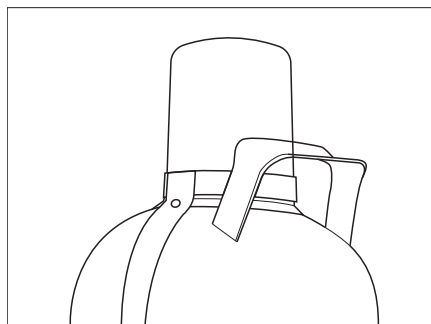

Bild 46 Gasflasche im Fahrbetrieb
- Schutzhaube auf die Gasflasche setzen (Bild 46).